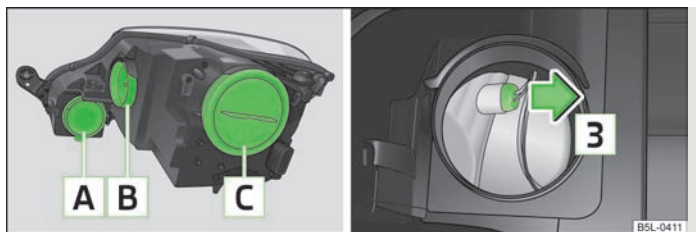

Fig. 169 Faros: Disposición de las bombillas/Desmontaje del portalámparas para la luz de posición (faro de xenón)
Resumen de la asignación de bombillas » fig. 169.
- Retirar la tapa de goma » fig. 169.
- Sacar el portalámparas en la dirección de la flecha » fig. 169.
- Retirar la tapa de goma **A** » fig. 169.